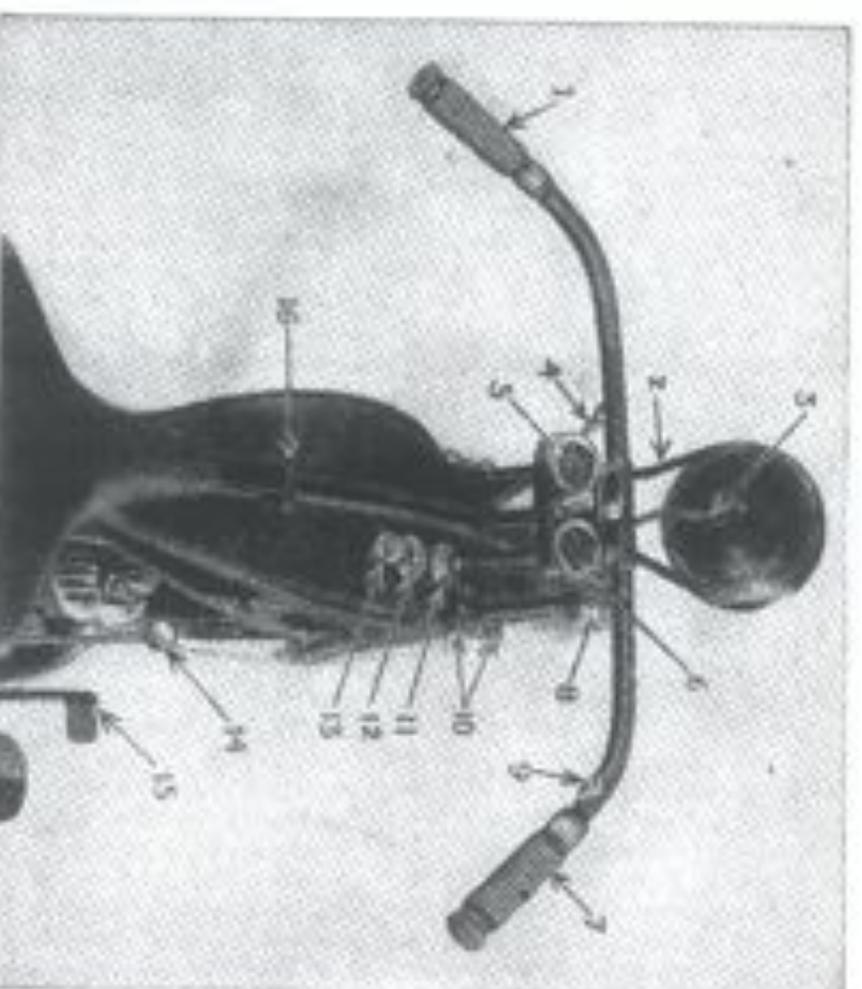
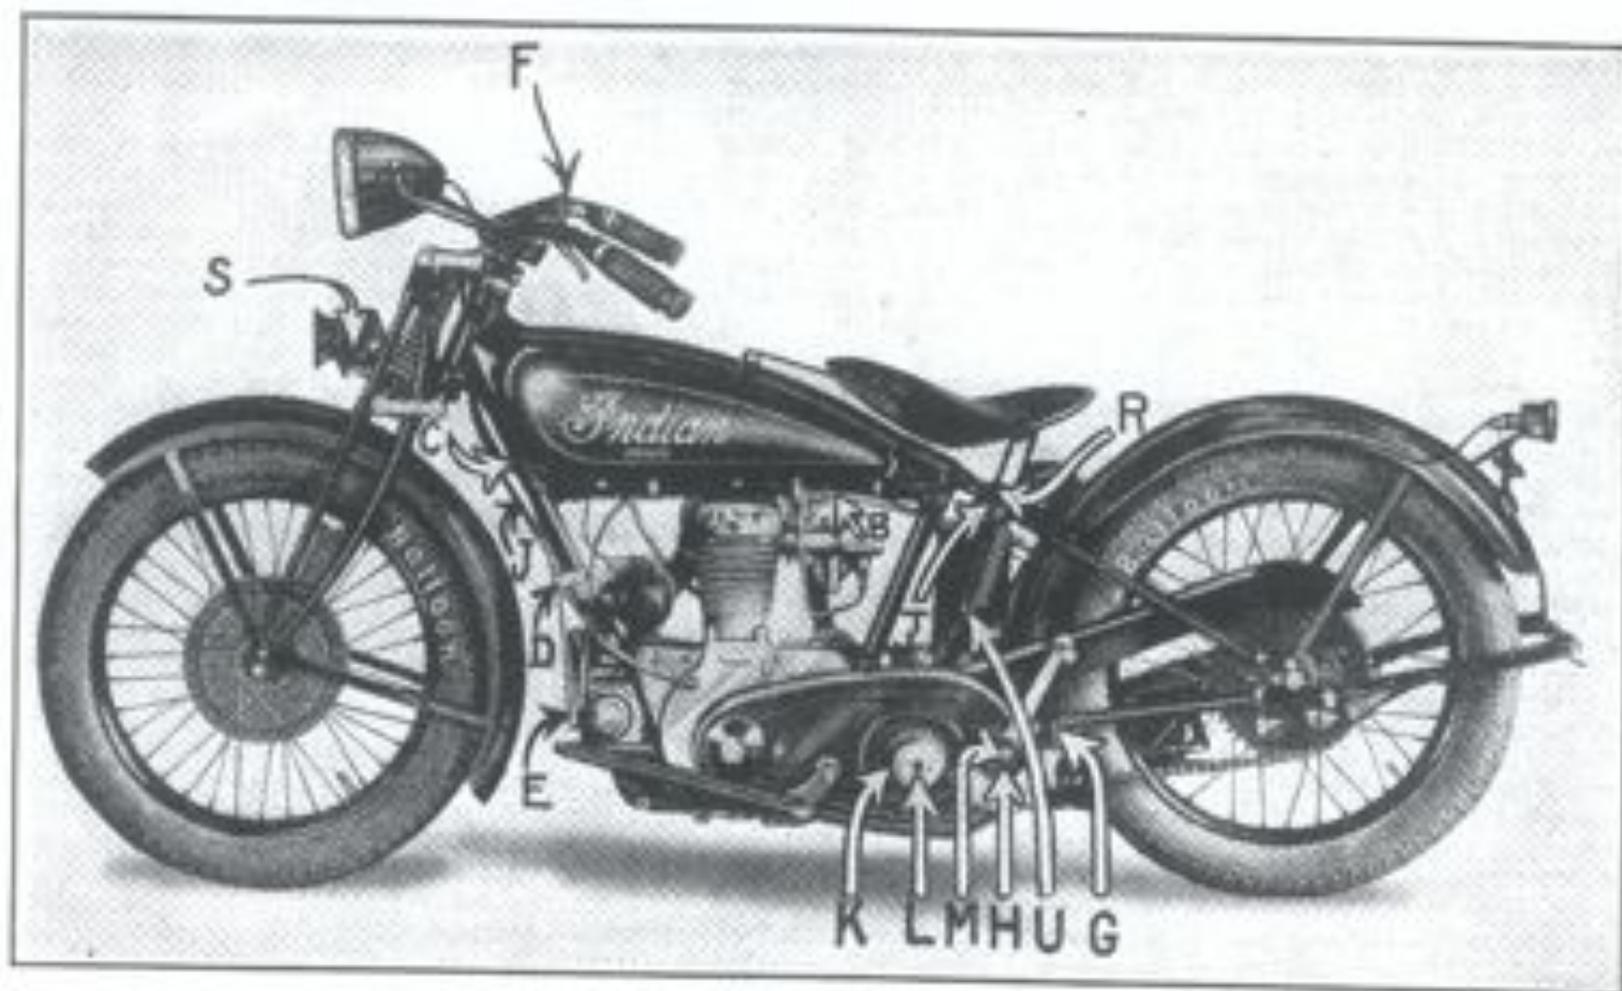

Abbildung 4
Abbildung 1
Nachdem die Maschine zusammengebaut und die einzelnen Teile angebracht worden sind, fülle man die Brennstoff- und Oelbehälter. Der Brennstofftank wird, nachdem die Füllklappe (11, Abb. 4) von dem vorderen Einfüllloch abgesehraubt worden ist, gefüllt. Am oberen Ende der zum Vergaser führenden Brennstoffleitung befindet sich ein Sperrventil. Um den Zufluss von Brennstoff zu unterbinden, läßt der Schlißsel nach rechts zu drehen. Wir raten an, dieses Ventil geschlossen zu halten, wenn sich die Maschine nicht in Gebrauch befindet. Der Brennstoffbehälter faßt $8\frac{1}{2}$ Liter.
Der Oelbehälter befindet sich im Brennstofftank und wird durch das hintere Einfüllloch 12 (Abb. 4) gefüllt. Man achte darauf, dass nach erfolgter Füllung die Kapsel fest aufgedreht wird. Der Oelbehälter faßt $2\frac{1}{2}$ Liter.
Kopflampe und Schlusslampe werden durch einen am Instrumentenbrett angebrachten Schalter (6, Abb. 4) bedient. Die Lampen können auf "leuchtend," "off" (aus), "dim" (abgeblendet) geschaltet werden.
Die elektrische Hupe stellt einen Vibriertyp dar und wird durch einen an der rechten Seite der Lenkstange bei 9 (Abb. 4) angebrachten Druckschalter bedient. Die Lampe des Instrumentenbretts kann durch Drehen der Hupe zum Leuchten gebracht werden. Es ist für dieselbe jedoch ein Schalter vor handen und die Lampe wird gewöhnlich zusammen mit der Schlusslampe eingeschaltet.
am Statzen befindlichen Schütz ein. Die Feder ist so anzubringen, dass der Fuschel des Anlassers fest gegen die Sperrle G gedrückt wird. Es wird dies durch Losdrehen der Mutter an der Rückseite des Statzens (siehe H Abb. 6) und Drehens des Statzens nach links durch Beführung eines Schrauben-ziehers in den Schütz M (Abb. 1) erzielt. Dieser Statzen ist soweit nach links zu drehen, bis genügend Spannung besteht, die Kurbel fest in der oberen Stellung zu halten. Die sich am anderen Ende befindliche Mutter ist dann anzuziehen, damit die erzielte Spannung beibehalten wird.
Aus Abbildung 1 wird ersichtlich, wie die Klammern der Hupe anzubringen sind. Die Klampenteile sind mittels einer Kneitzange auseinanderzuziehen. Falls notwendig, bringe man die Bolzenlöcher durch Einführung eines runden Stosseisens von entsprechender Stärke in die richtige Stellung. Dann ziehe man die Klammern an und befestige die Hupe in der in Abbildung 1 angegebenen Weise. Danach verbindet man die Drähte mit den zwei sich am Boden der Hupe befindlichen Schraubenklemmen. Ein Draht tritt an der Lenkstange in der Nähe der Gabel aus; der andere Hupendraht ist blau und als solcher leicht erkennlich.
Die beiden Kopflampenstützen sind in die sich an den Seiten der Kopflampe befindlichen Sockel einzuführen. Danach setze man die Unterlegscheiben und Muttern auf, ziehe jedoch die Stützen nicht fest an. Dann führe man die Stützen durch die Löcher in der Lenkstange (Siehe Abb. 4 (2)). Man beache, wie die Kopflampe nach Abbildung 1 angebracht wird. Nimmehr ist das Instrumentenbrett aufzusetzen.
Von der Lenkstange gehen, wie man feststellen kann, zwei Kontrollkabel aus. Das an der linken Seite der Lenkstange austretende Kabel C (Abb. 1) ist nach unten zu bringen und zum Vergaser zu leiten. Es ist an der sich unmittelbar über dem Zylinder befindlichen Klammer A zu befestigen. Der oben am Vergaser angebrachte Drosselhebel ist vollkommen zurückzustossen und der Handgriff an der linken Seite der Lenkstange soweit als möglich herauszudrehen. Die Zunge des Kabels ist mit dem Vergaser bei B zu verbinden. Es ist hierbei nicht zu übersehen, den Splintbolzen einzusetzen. Das Kabel ist in Klammer A anzuziehen.
Falls die Maschine mit einer Handkupplung und einer Vorderradbremse versehen ist, sind die Kabel aufgewickelt am Rahmen festgebunden. Man wickle die bezogenen Kabel ab, führe sie zu Punkt F (Abb. 1) und befestige das Kabel mittels einer zu diesem Zweck gelieferten Klammer an der Lenkstange. Der Handhebel wird durch zwei Schrauben an der Lenkstange gehalten. Der Handkupplungshebel ist an der linken Seite der Lenkstange zu befestigen, während der Hebel für die Vorderradbremse an der rechten Seite der Lenkstange anzubringen ist.